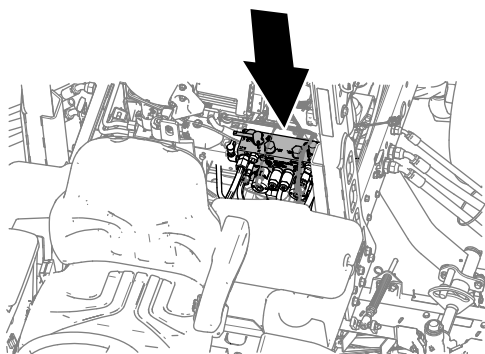

Рисунок 156
- Поверните передний, задний или оба рычага заточки обратным вращением в положение R (обратное вращение для заточки) (Рисунок 156).